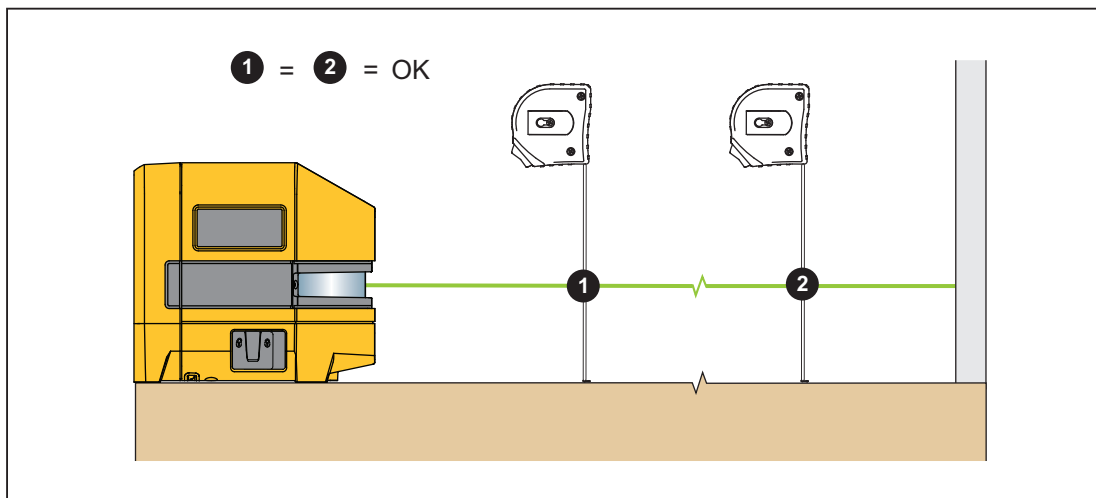

Figura 4. Alineación de objeto previo
3. Mida la distancia desde el objeto hasta el láser a varias distancias con el Producto. Consulte la figura 4.